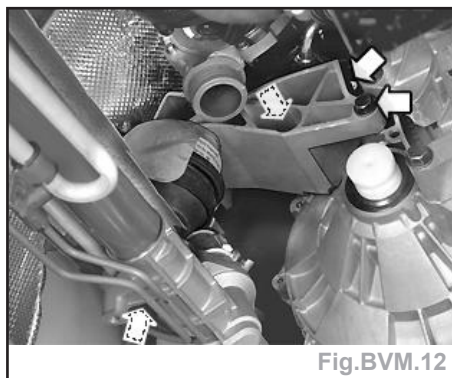

Fig.BVM.12
- Déposer le support arrière moteur (Fig.BVM.12).